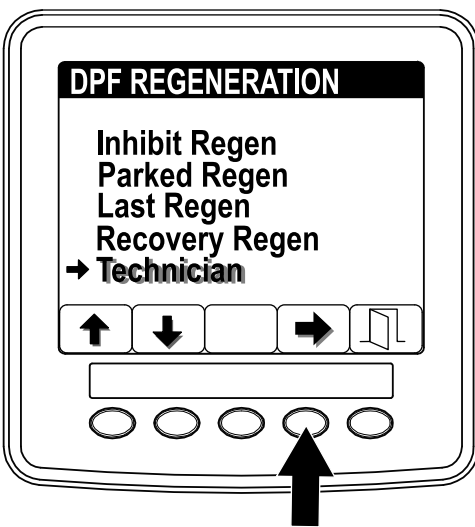

Figura 38
1. Acceda al menú DPF Regeneration (Regeneración de DPF) y pulse los botones 1 o 2 para desplazarse hacia abajo, hasta la opción TECHNICIAN (Técnico) (Figura 38).
- Pulse el botón 4 para seleccionar la opción Technician (Técnico) (Figura 38).